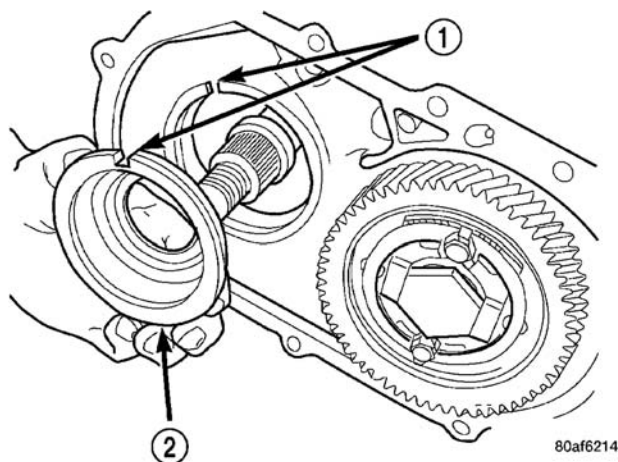

图 118 安装轴承外圈固定器
(29) 将动力传输轴轴承外圈固定器安装在变速驱动桥上 (图 118)。